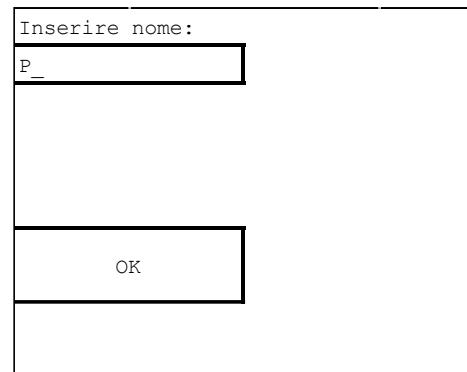

Fig.20
3. premere la manopola encoder per confermare l'inserimento del carattere alfanumerico selezionato (vedi fig.20);